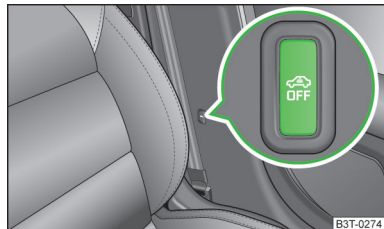

Fig. 36
- Apăsăți tasta simbol  » fig. 36 de pe stâlpul B, pe partea șoferului. În tastă se modifică iluminarea simbolului  din roșu în portocaliu.